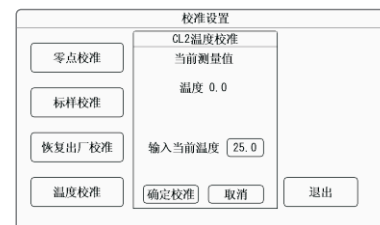

图2-64
- ◆ 标样校准：从取样口提取当前水样，用DPD便携式测余氯仪测定出余氯值（标样值）。进入图2-64所示界面后，输入标样值，按【确定】键执行标样校准；